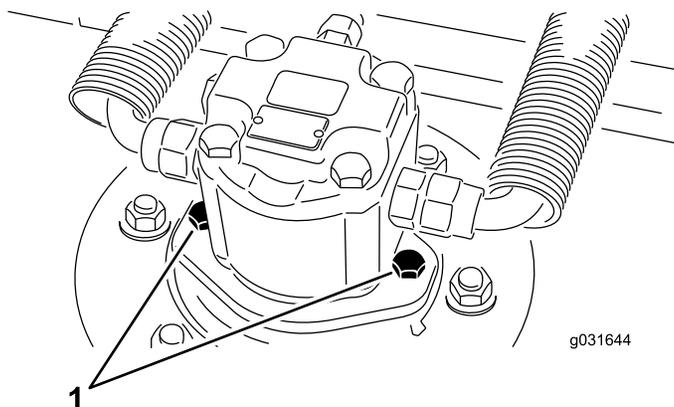

Bild 67
2. Entfernen Sie die Befestigungsschrauben des Hydraulikmotors, klemmen Sie den Hydraulikmotor vom Mähwerk ab und entfernen Sie ihn (Bild 67).
4. Bringen Sie mithilfe der Befestigungsschrauben des Hydraulikmotors den Hydraulikmotor am Mähwerk an (Bild 67).